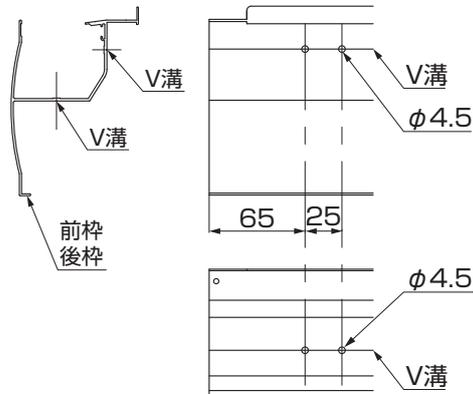

図2-1 前枓・後枓の加工
①前枓・後枓および母屋の連棟側を穴加工してください。(図2-1、図2-2参照)